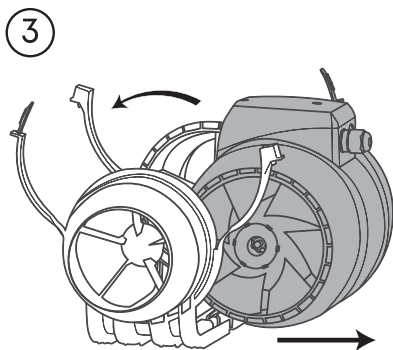

Рис. 7.
3. Вытащить корпус вентилятора из базы (Рис. 7).